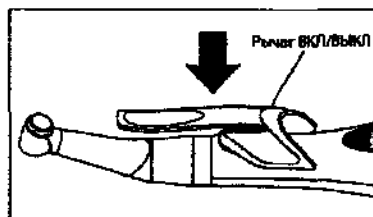

Рис. 6
- Установка рычага ВКЛ/ВЫКЛ показана на Рис. 6.